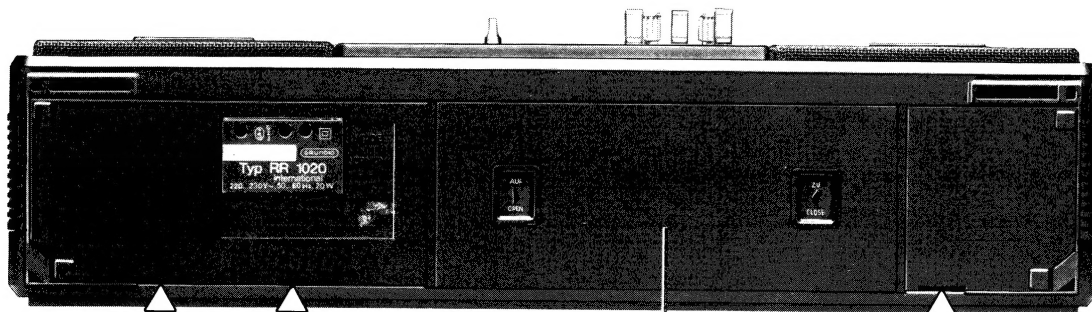

Bild 1
2.1 Rückwand abnehmen [Bild 1]